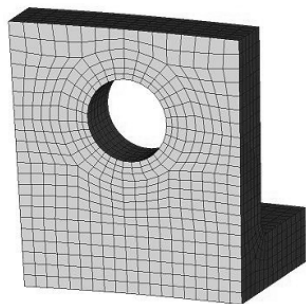
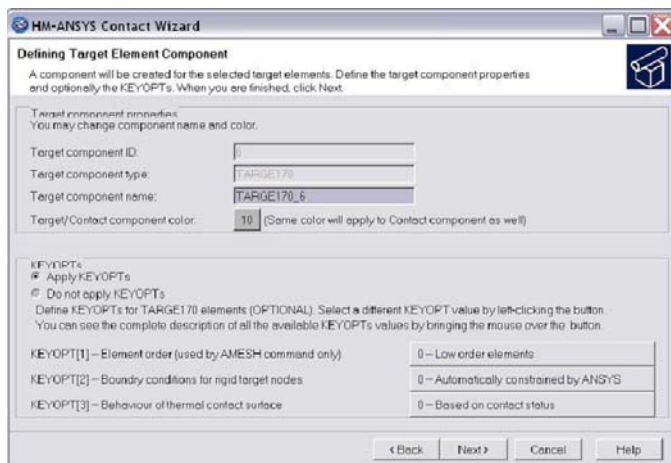

图 11-4 目标单元
图 11-5 目标单元属性定义
(1) 单击 **select target elements**，选择参与接触的单元。
(2) 选择 **bracket** 背面的一个单元。
(3) 单击 **elems** 按钮。出现 HyperMesh 扩展选择界面。
(4) 选择 **by face**，这样整个面的单元都被选中，如图 11-4 所示。
(5) 单击 **proceed**，激活 **next** 按钮。
(6) 单击 **next** 按钮，出现定义目标单元的对话框，如图 11-5 所示。